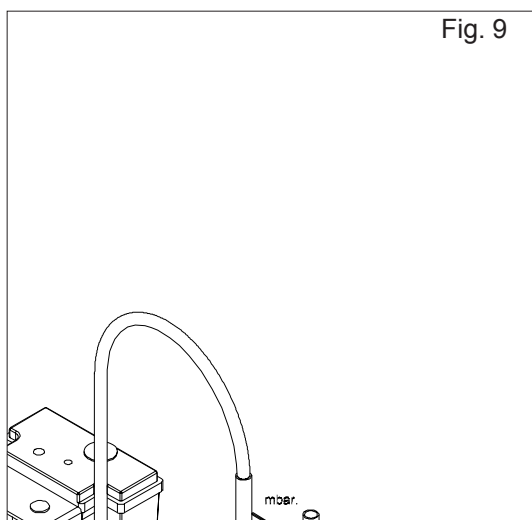

Fig. 9
- enlever la vis "P" (Fig.9) sur la prise de pression dans la vanne;